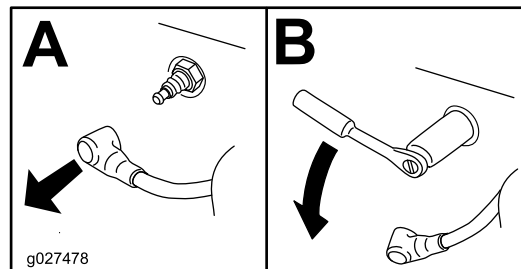

Figura 65
4. Retire la bujía (Figura 65).